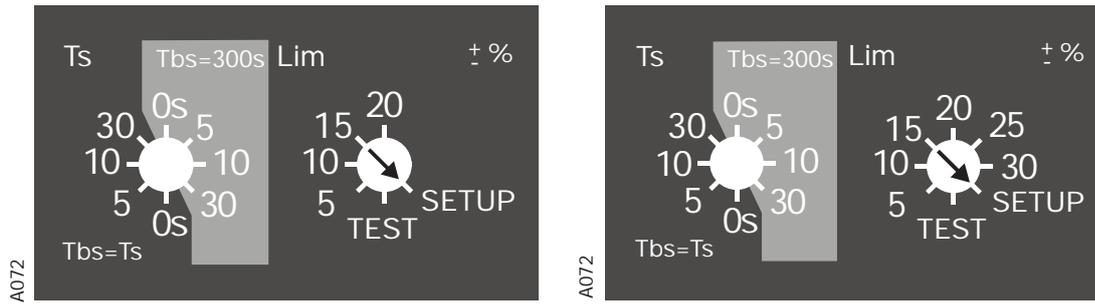

Рис. 7.12. Выбор режима SETUP (НАСТРОЙКА) с помощью поворотного переключателя Lim в блоках автоматического управления OMD100 (слева), OMD200 и OMD300 (справа)
2. Выберите режим SETUP (НАСТРОЙКА) с помощью поворотного переключателя Lim согласно рис. 7.12.